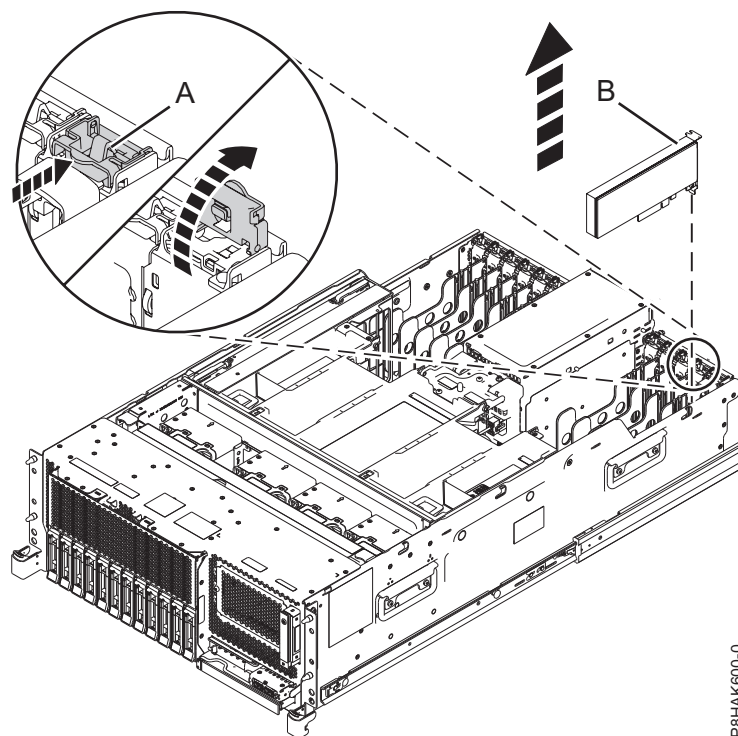
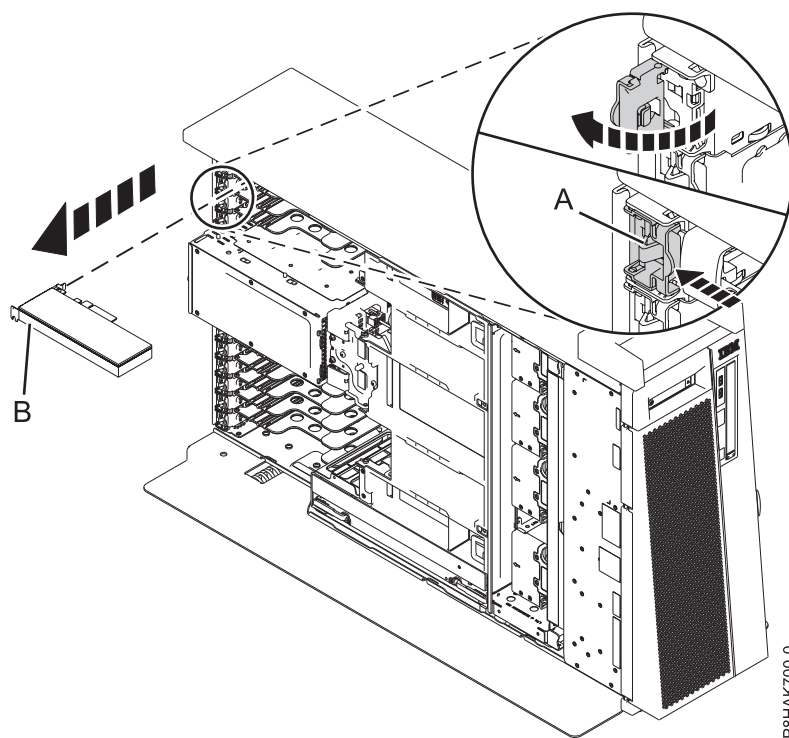

Figura 50. Extracció d'un adaptador PCIe d'un sistema muntat en bastidor
Figura 51. Extracció d'un adaptador PCIe d'un autònom sistema 8286-41A
2. Per posar el pestell de l'adaptador (A) a la ranura de destinació en la posició oberta, feu girar el pestell (A) de la part de darrera del sistema, en la direcció que es mostra a Figura 50 a la pàgina 57 i Figura 51 a la pàgina 58.
3. Agafeu amb compte l'adaptador (B) per la part de dalt o la contrapunta i extraieu-lo de la ranura, tal com es mostra a la Figura 50 i Figura 51 a la pàgina 58.